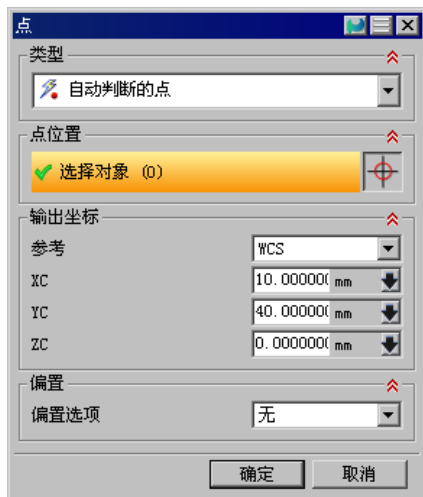

图 9.20 “点”对话框
Step3. 在“非切削移动”对话框中选择 **离开** 选项卡，在 **运动到返回点/安全平面** 区域 **运动类型** 下拉列表中选择 **径向 -> 轴向** 选项，然后单击“点对话框”按钮，系统弹出“点”对话框，在该对话框设置图 9.20 所示的参数，单击 **确定** 按钮。